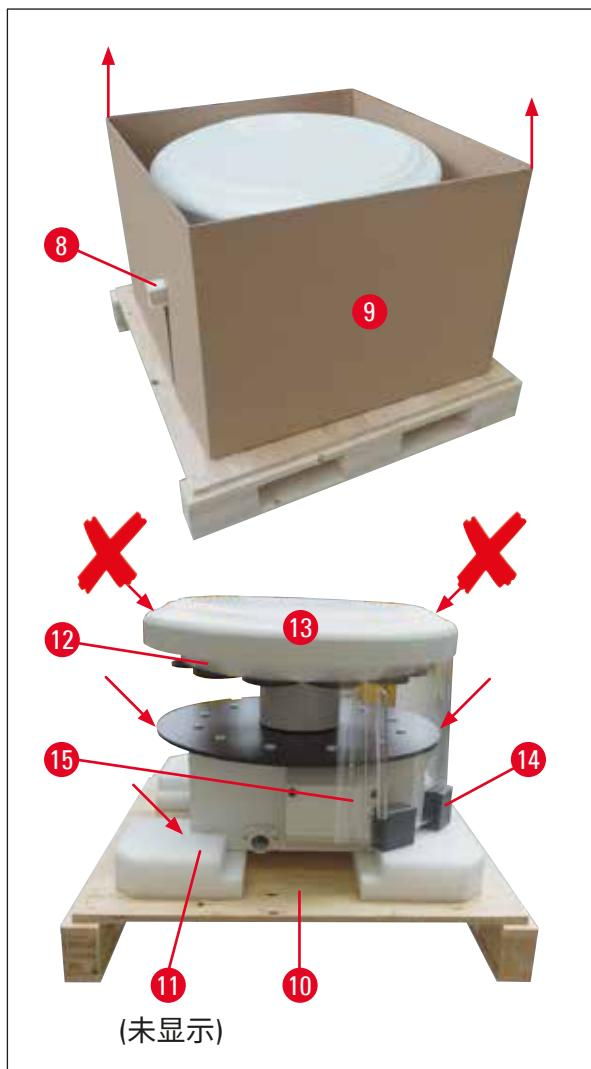

图 11
- 抬起仪器时（2 个人），抓住试剂容器平台或外壳下半部分（参见下图（→图 11），→图 11-10）上抬起，然后从底座（→图 11-10）上抬起。